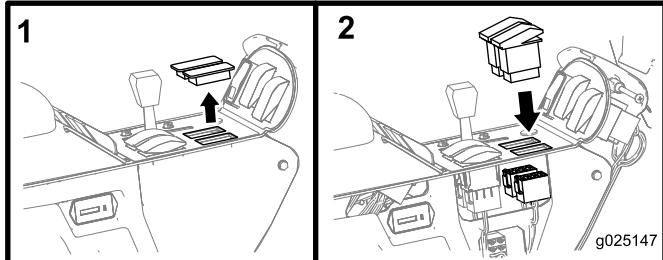

Figure 4
1. Enlevez les 2 caches sur le panneau de commande et insérez les interrupteurs dans les emplacements libérés, comme montré à la Figure 4.